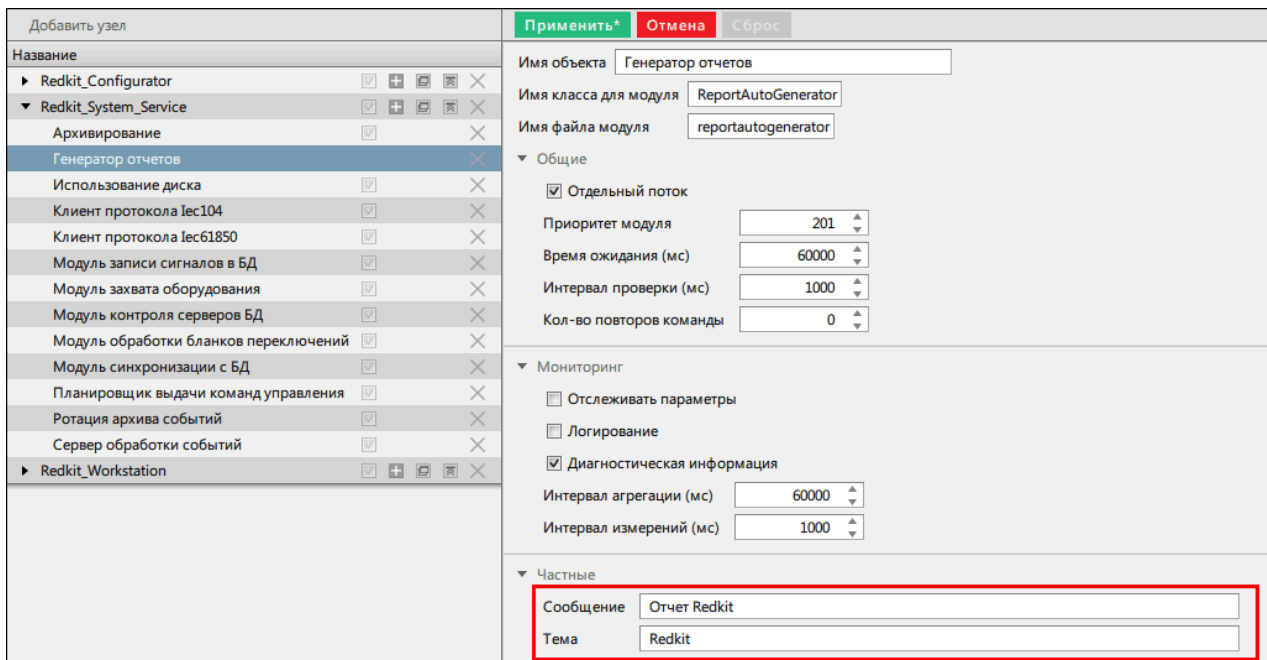

Рисунок 333 - Настройки модуля «Генератор отчетов»
2. В модуле **Генератор отчетов** впишите тему письма с отчетом и сообщение, прикрепленное к отчету (Рисунок 333).